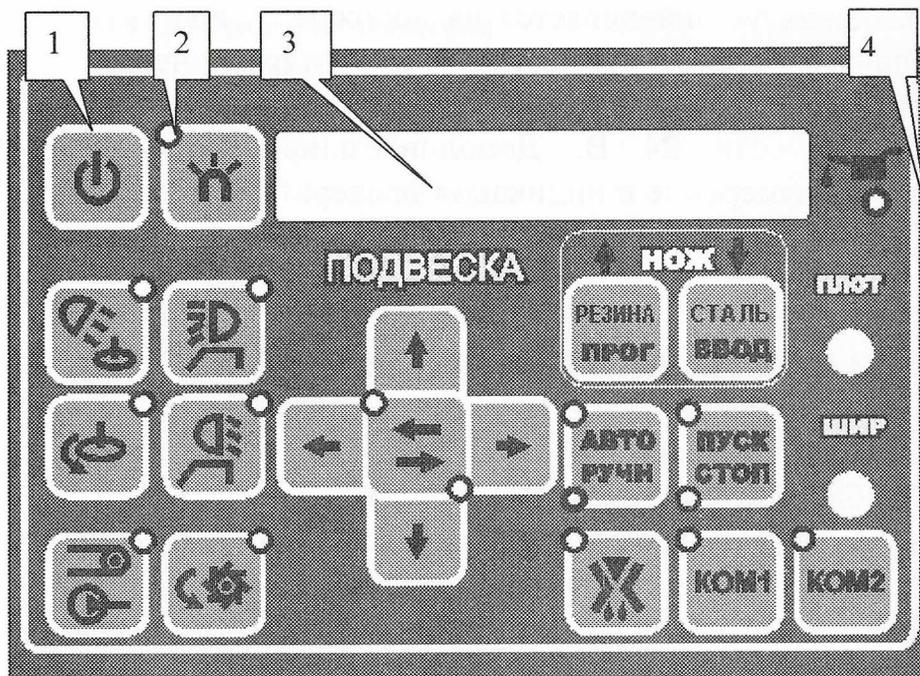

Рис.1
Общий вид пульта управления приведен на рис.1.
-нажать клавишу 4 (см. рис.1) для включения системы; после включения и прождения внутреннего теста системы на индикаторе пульта появляется надпись: